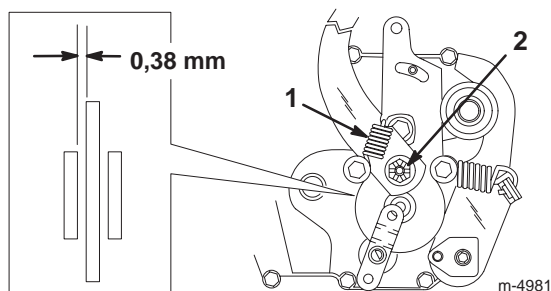

Figure 20
Le frein se trouve du côté droit de l'essieu arrière, à l'intérieur du pneu arrière (Fig. 20). Si le frein ne tient pas ou si la puissance de freinage est insuffisante, un réglage est nécessaire.
2. Déposez le ressort du bras de frein (Fig. 20).
3. Enlevez la goupille fendue qui retient l'écrou de réglage du frein et desserrez légèrement l'écrou (Fig. 20).
4. Insérez une jauge d'épaisseur de 0,38 mm entre le disque de frein et la rondelle de frein (Fig. 20).